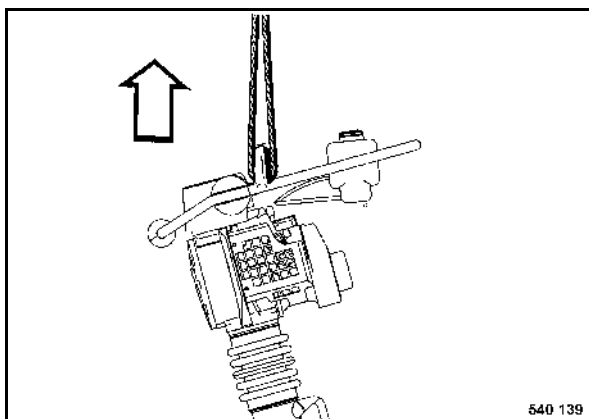

fig. 29
- Accrocher le dispositif de levage dans la traverse de l'étrier de guidage (fig. 29) pour charger la pilonneuse.